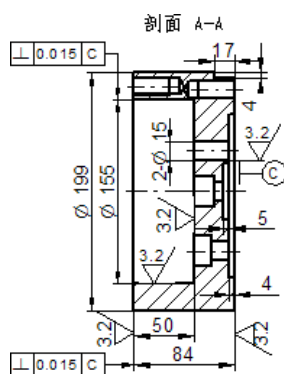

图 10.3.40 标注形位公差符号 2
Step3. 参照 Step1~ Step2 的详细操作步骤标注其余形位公差符号，结果如图 10.3.40 所示。